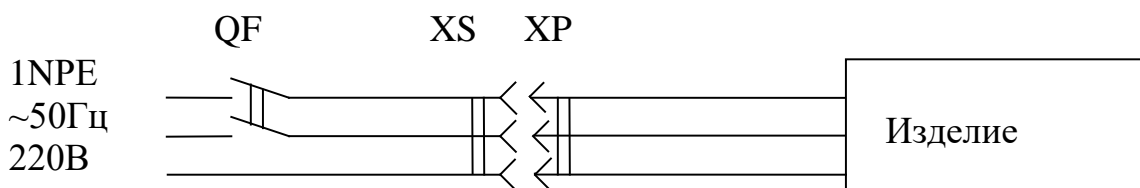

Рис.1. Схема подключения изделия к электросети
6.4. Изделие должно подключаться к питающей электрической линии (рис.1) через автоматический выключатель электромагнитной защиты, уставка срабатывания которого больше значения номинального тока в таблице 1. Выбор автоматического выключателя производить по большему ближайшему значению уставки срабатывания.